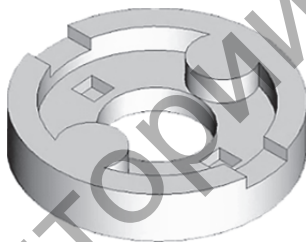

Рисунок 4.13
11. Завершите ввод данных командой «Завершить ввод» и закончите операцию. В результате получится модель (рис. 4.13).